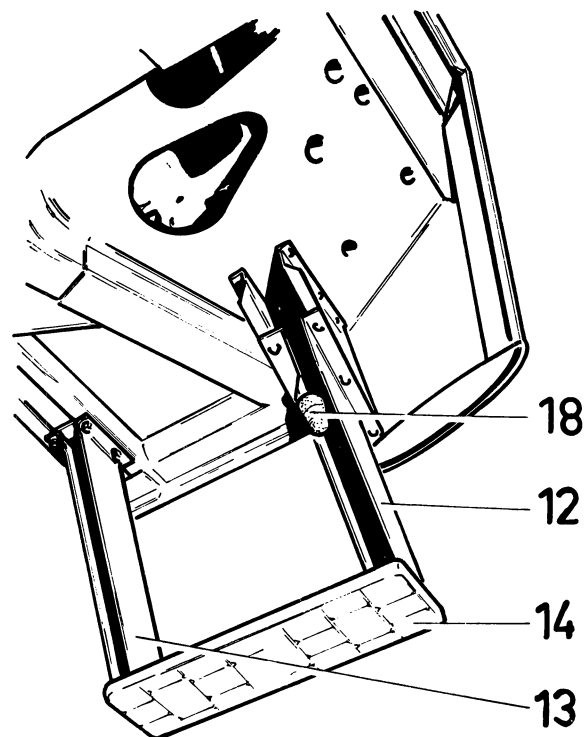

Fig. 4.
2. Breng de zuilen voor de opstap (12 en 13) (fig. 4) aan.
2. Poser les contremarches (12 et 13) (fig. 4).
4. Poser l'aile (15) contre la cabine.
5. La bande en caoutchouc (16) est coincée entre la cabine et le profilé de renforcement métallique (17).
6. Poser le tampon caoutchouc (18) et le support contre la contremarche (12). Le tampon caoutchouc sera seulement fixé dans la bonne position au moment où la cabine est posée sur le châssis. (Voir page 28, point 22.)